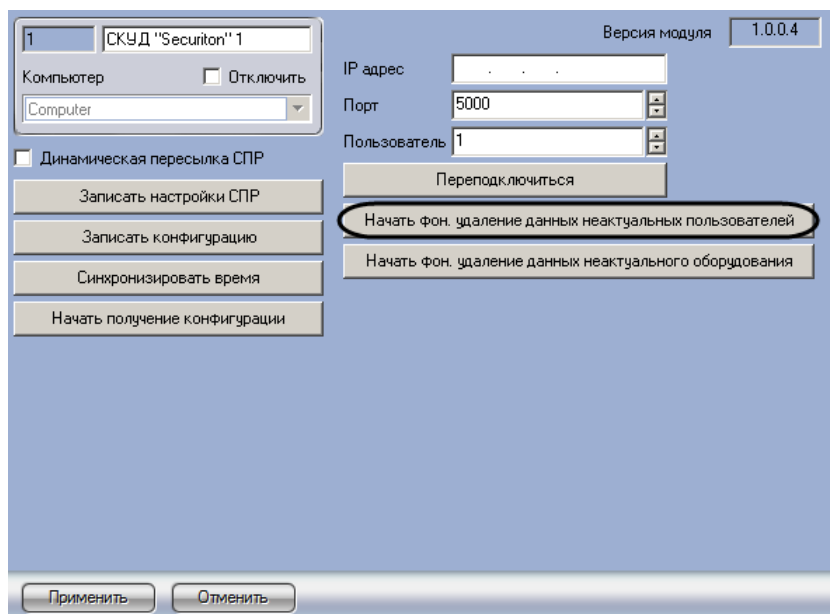

Рис. 3.7—1 Удаление неактуальных пользователей
1. Перейти на панель настроек объекта **СКУД "Securiton"** (Рис. 3.7—1).
2. Нажать на кнопку **Начать фон. удаление данных неактуальных пользователей** (Рис. 3.7—1).
2. Нажать на кнопку **Начать фон. удаление данных неактуального оборудования** (Рис. 3.7—1).